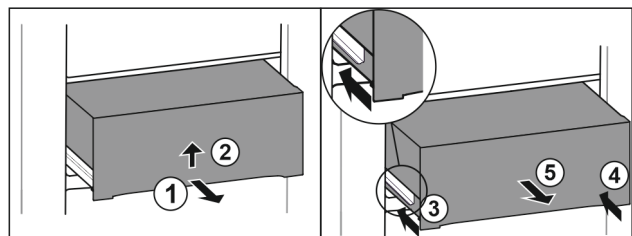

Fig. 64
- ▶ Wyciągnąć szufladę do połowy. Fig. 64 (1)
- ▶ Podnieść szufladę za spód. Fig. 64 (2)
- ▶ Wsunąć lewą szynę. Fig. 64 (3)
- ▶ Wsunąć prawą szynę. Fig. 64 (4)
- ▶ Wyjąć szufladę do przodu. Fig. 64 (5)